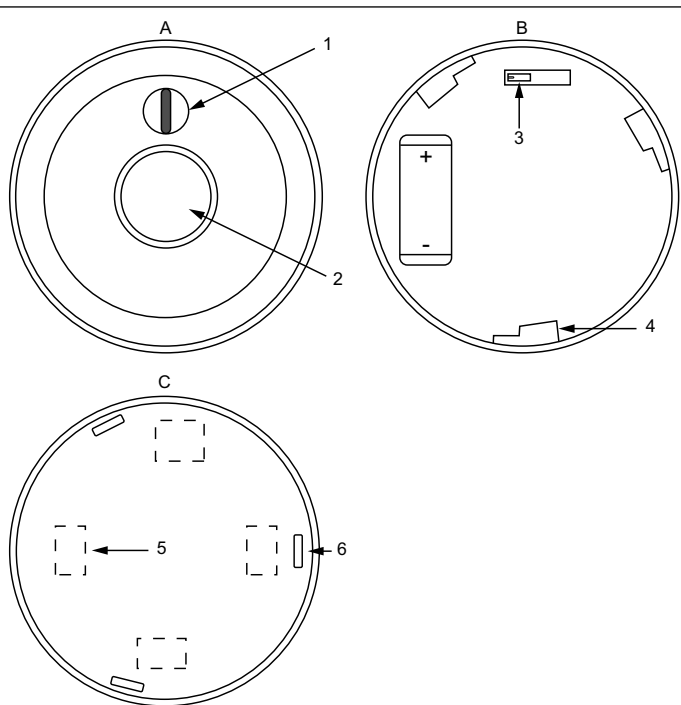

Fig. 2 A = Structure principale, avant, B = Structure principale, arrière, C = Couverture arrière
1. Percez les encoches dans le couvercle arrière. Voir Fig. 2